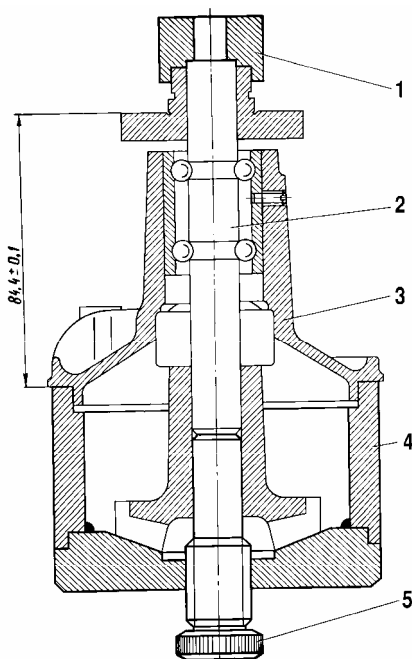

Рис. 2-65. Напрессовка крыльчатки на валик насоса приспособлением А.60430:
- напрессуйте с помощью приспособления А.60430 (рис. 2-65) на валик ступицу шкива, выдержав размер $(84,4 \pm 0,1)$ мм. Если ступица изготовлена из металлокерамики, напрессовывайте только новую ступицу;